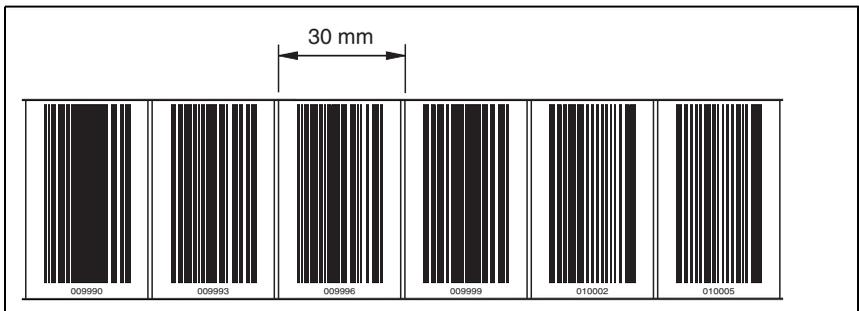

Bild 6.11: Überprüfen des Druckergebnisses BCB-Reparaturkit
3. Das Druckergebnis überprüfen, indem der Abstand zwischen zwei Codes gemessen wird (siehe Bild 6.11).